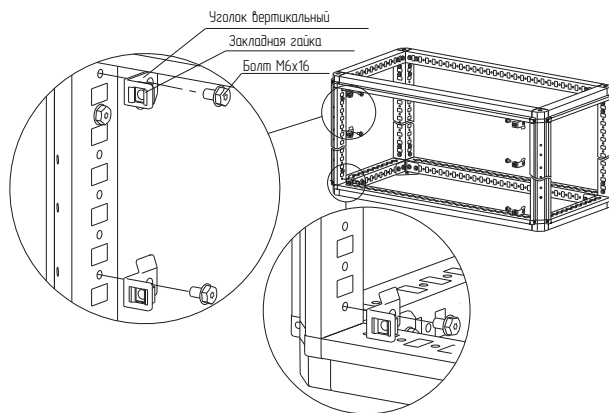

Рисунок 1
4.1.2 В уголки установить закладные гайки и закрепить на каркасе болтами самонарезающими М6×16 в местах, соответствующих высоте фальш-панели внешней компенсирующей (рисунок 1). Момент затяжки – 7 Н·м.